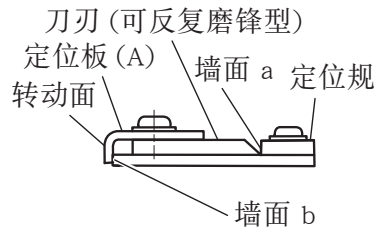

图 23
- (2) 请一面将刀刃缘调至定位规的墙面 a，一面将定位板(A)的转动面按至墙面 b。然后，拧紧 2 颗螺钉固定之（见第8页的图 15，图 23）。